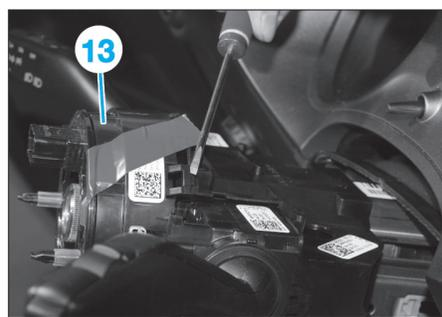

Fig. 10
- À l'aide d'un tournevis, déverrouiller le contacteur tournant (13) puis le déposer (Fig.10).